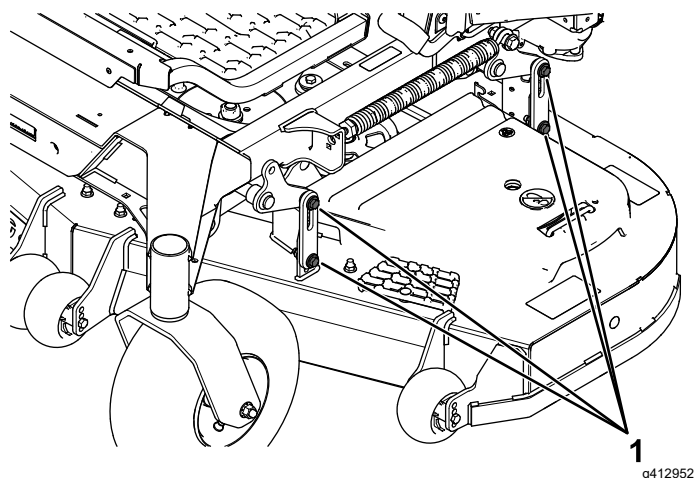

Figura 89
16. Slăbiți uruburile (**Figura 89**) din toate cele 4 coluri i asigurați-vă că puntea mainii de tuns iarba stă fixată în siguranță pe toate cele 4 blocuri.